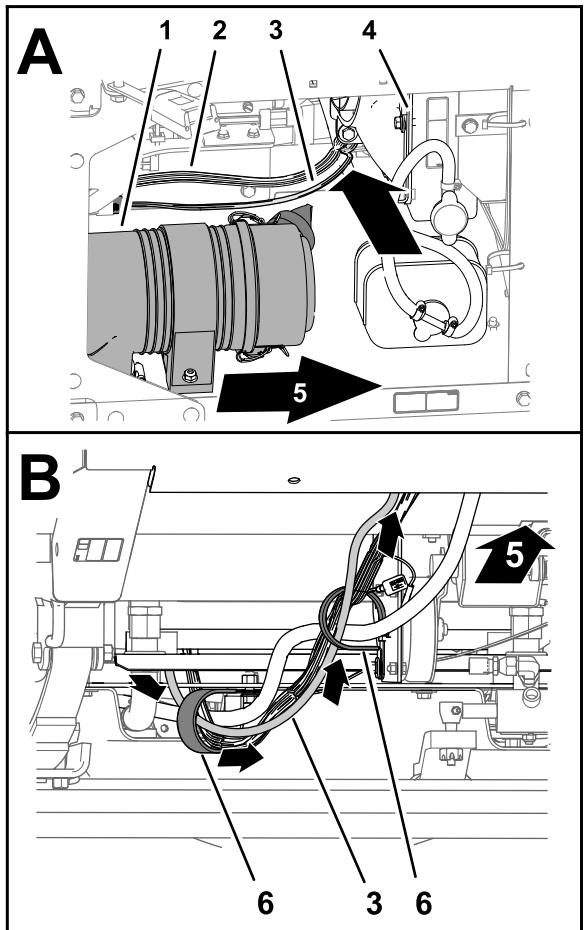

Рисунок 148
(Рисунок 148).
2. Проложите ответвление длиной 226 см жгута проводов передачи данных вперед и через 2 R-образных хомута в нижней части машины (Рисунок 148).